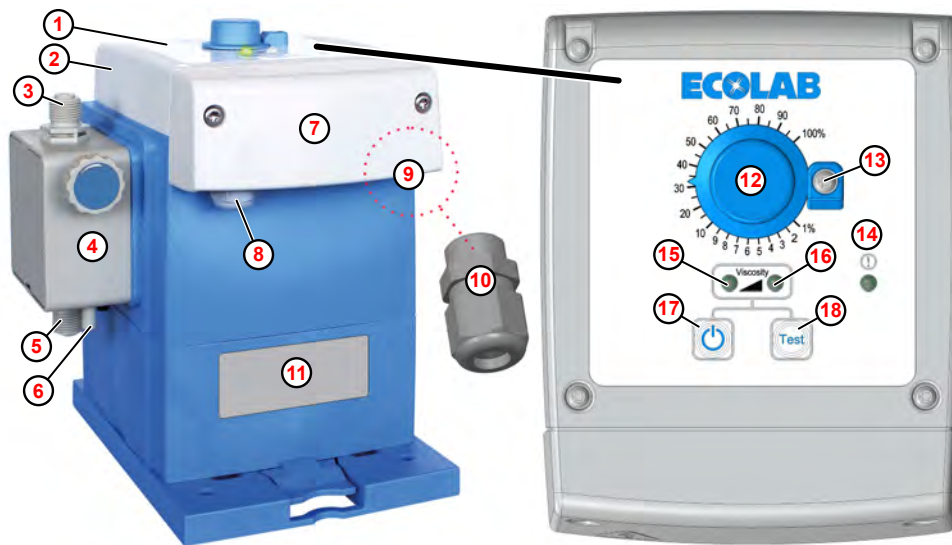

Abb. 1: Aufbau, Bedienelemente und Kabeldurchführungen EcoPro
Für den Kabelanschluss des Freigabesignals, liegt der Pumpe eine Verschraubung (M12 x 1,5) bei (Abb. 1 , ⑩).